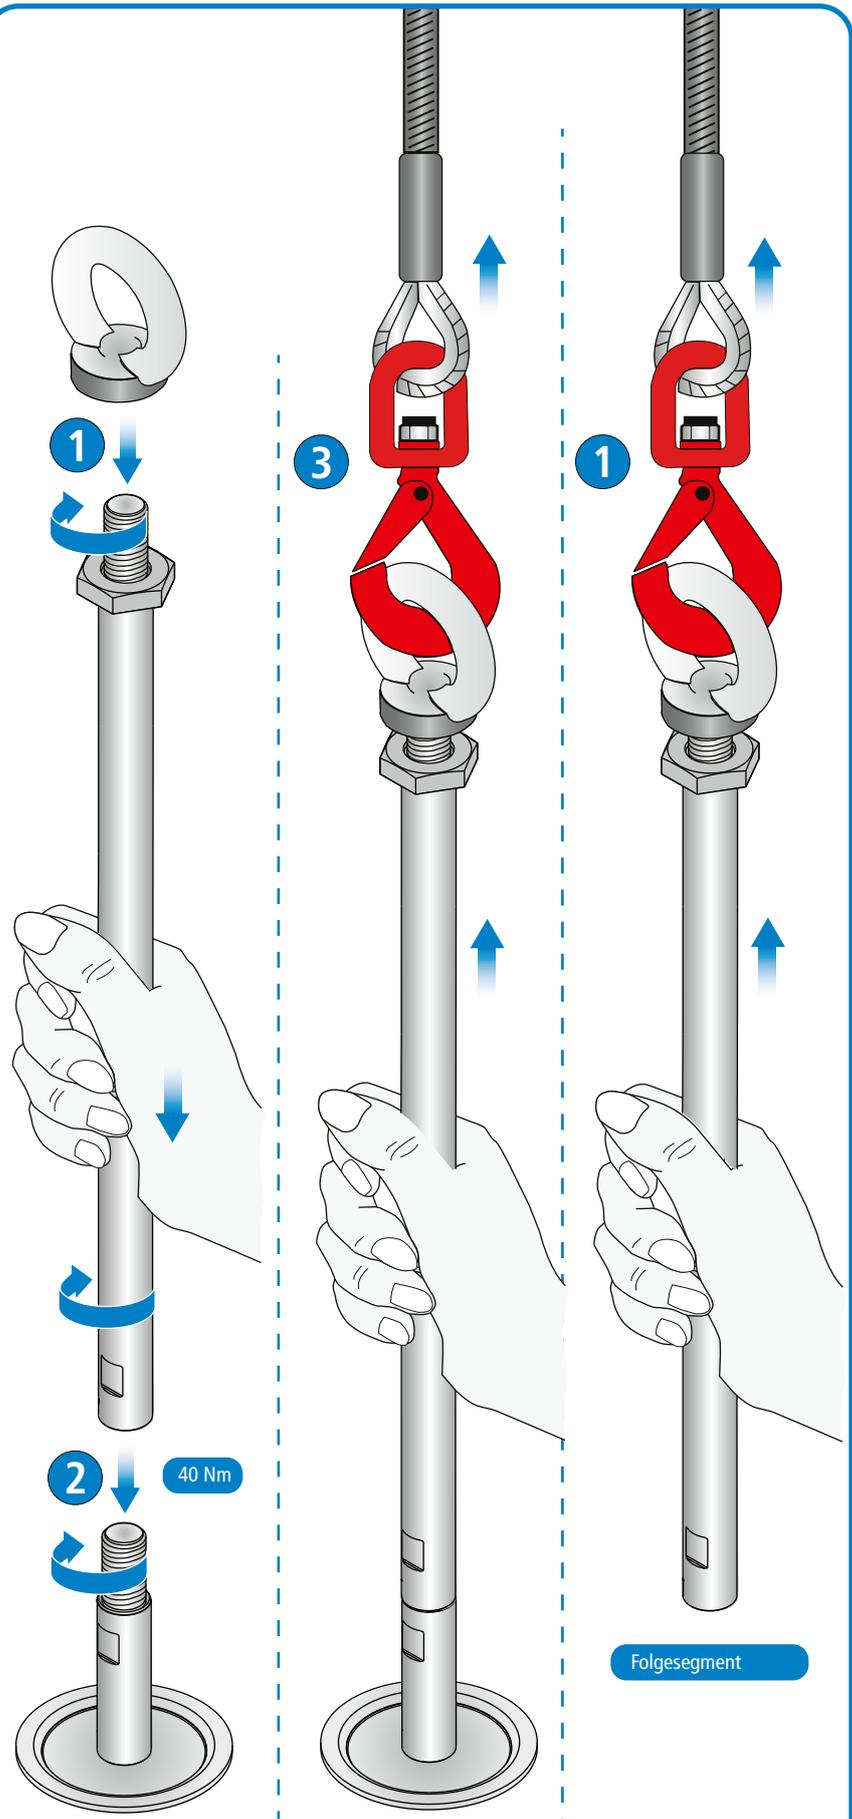
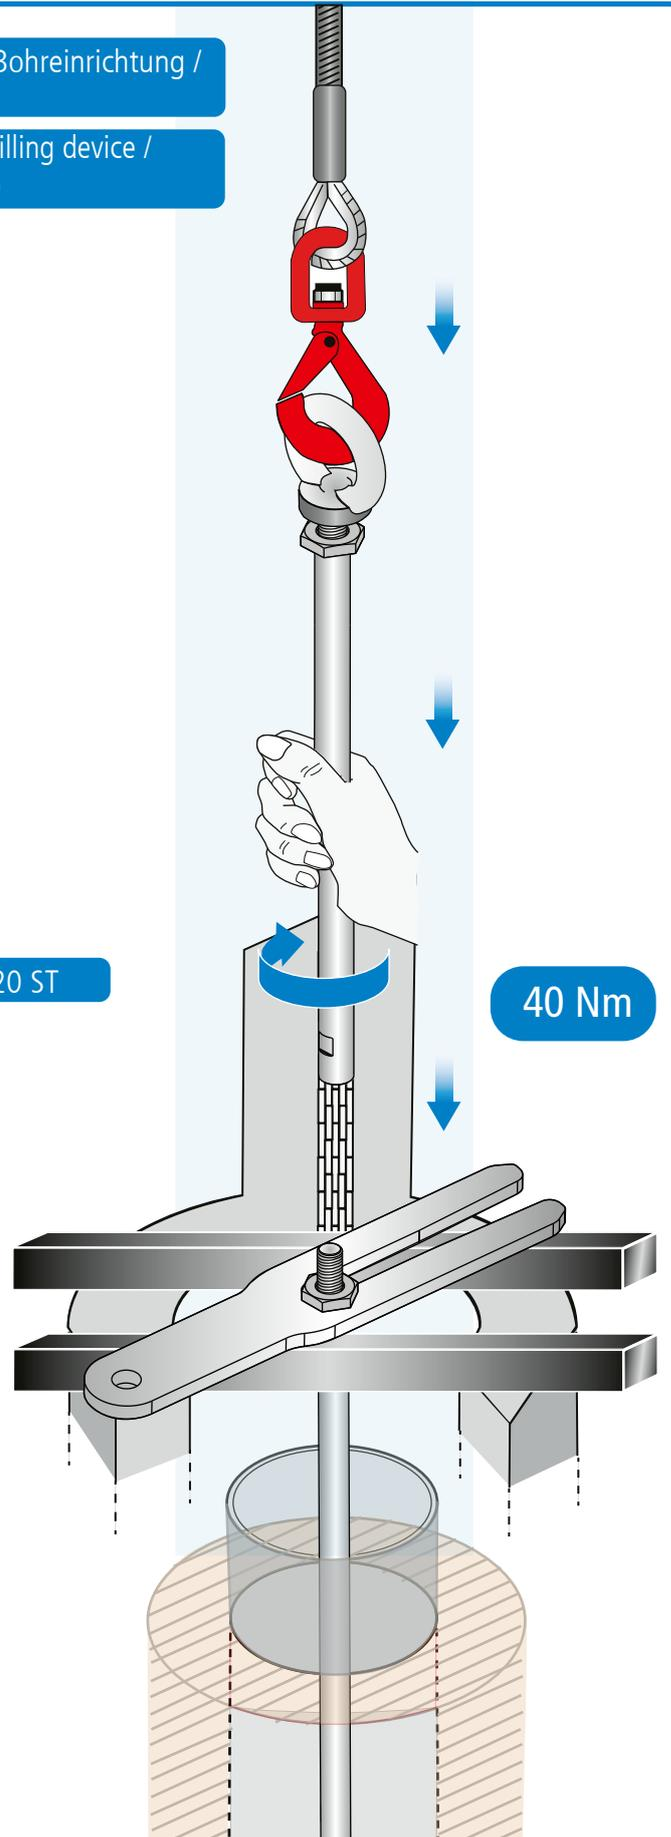

Fig. 4
Fig. 8
- ➔ Beim ersten Tiefenerdersegment muss am unteren Ende das Fußstück FS TE 20 100 M16 FP80 STZN eingeschraubt (40 Nm) werden (siehe Fig. 4).
- ➔ On the first earth rod segment, the FS TE 20 100 M16 FP80 STZN foot plate must be screwed into the bottom end (40 Nm) (see Fig. 4).
- ➔ Zum Nachsetzen des nächsten Tiefenerdersegments (je nach Längenauswahl), muss gleichermaßen die Ringmutter M16 auf den Tiefenerder aufgeschraubt werden (siehe Seite 5, **Fig. 4**). Entsprechend wird das nachfolgende Tiefenerdersegment mittels der angeschraubten Ringmutter M16 in den Kranwirbelhaken der Kranführung eingehakt, um danach auf den bereits gesetzten Tiefenerder aufzusetzen bzw. darauf mit 40 Nm aufzuschrauben (siehe **Fig. 8**).
- ➔ To insert the next earth rod segments (depending on length selection), the M16 ring nut must likewise be screwed onto the earth rod (see page 5, **Fig. 4**). The next earth rod segment is hooked into the crane swivel hook of the crane guide via the screwed-in M16 ring nut in order to then be placed on the previously inserted earth rod or screwed onto it with 40 Nm (see **Fig. 8**).